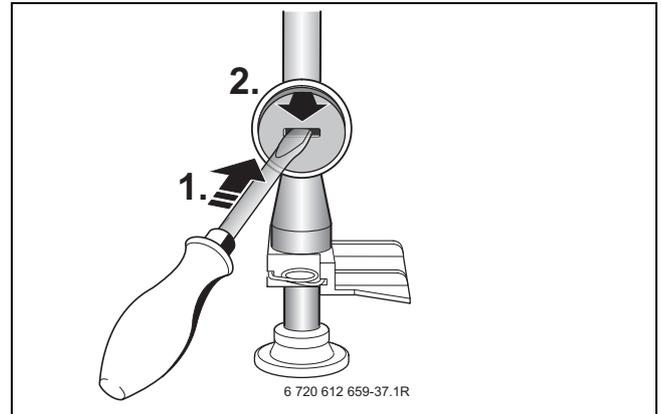

Fig. 38
- ▶ Togliere il sigillo presente sulla valvola di regolazione della portata gas (fig. 38).